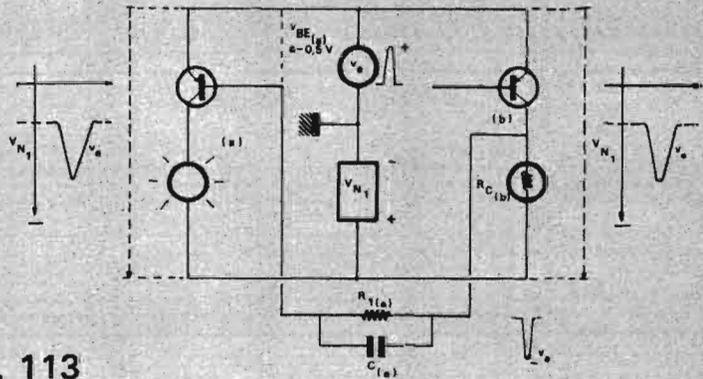

Fig. 113
2) Par les collecteurs, comme une **augmentation** de la valeur **negative** de  $V_{N1}$  (**fig. 113**) donc :